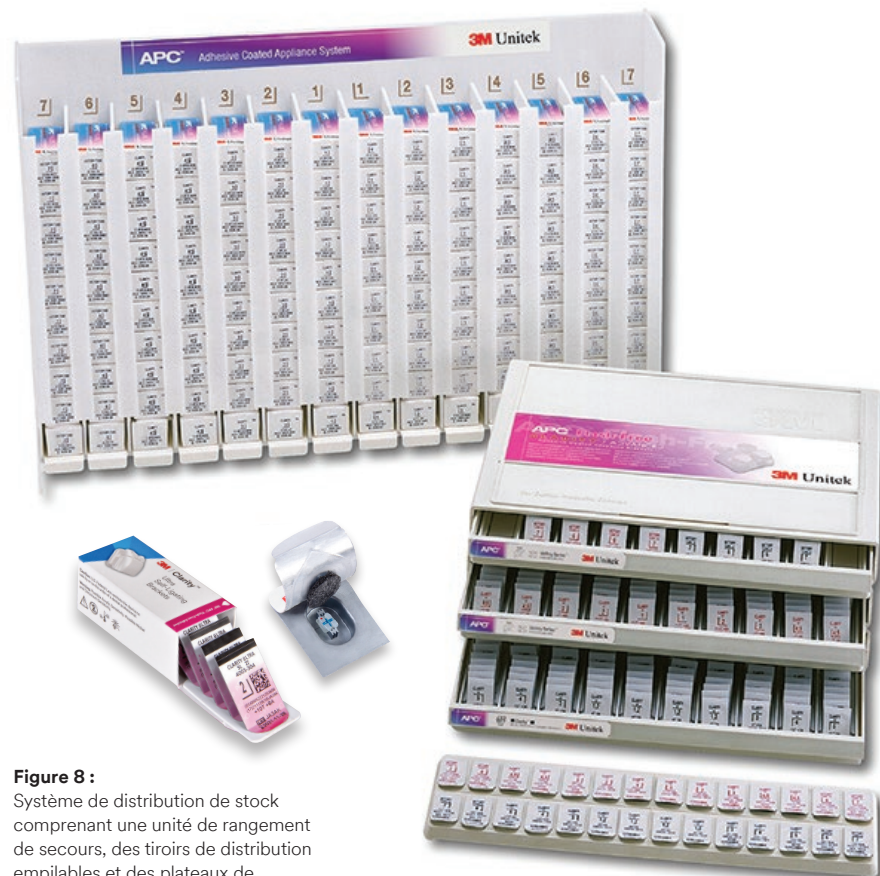

Figure 8 :
La facilité d'utilisation s'applique aussi à la manière dont le produit est adapté aux cabinets orthodontiques. Le Système d'adhésif APC(MC) original a été conçu pour offrir une solution adaptée « des stocks au fauteuil ». Le Système de distribution de stock d'adhésif APC comprend une unité de rangement de secours, des tiroirs de distribution empilables et des plateaux de préparation. L'extérieur de l'emballage-coque de l'Adhésif APC^{MC} Flash-Free 3M^{MC} est identique à celui de l'emballage de l'Adhésif APC^{MC} PLUS 3M^{MC} afin qu'il s'intègre aux composants existants du système de distribution de stock, offrant ainsi aux utilisateurs nouveaux et existants la commodité du Système APC (Figure 8).